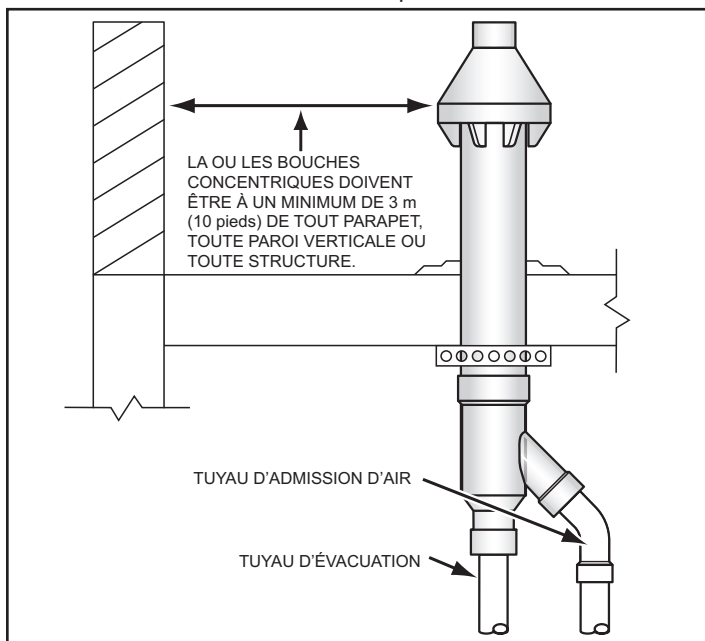
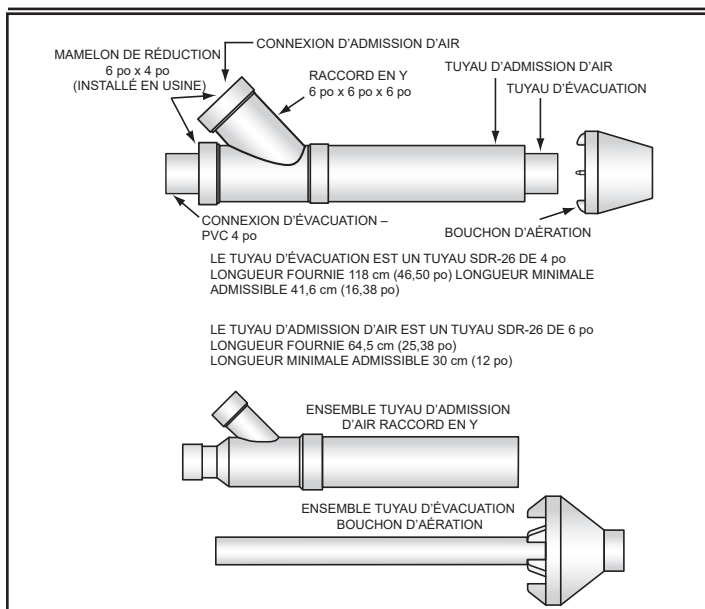
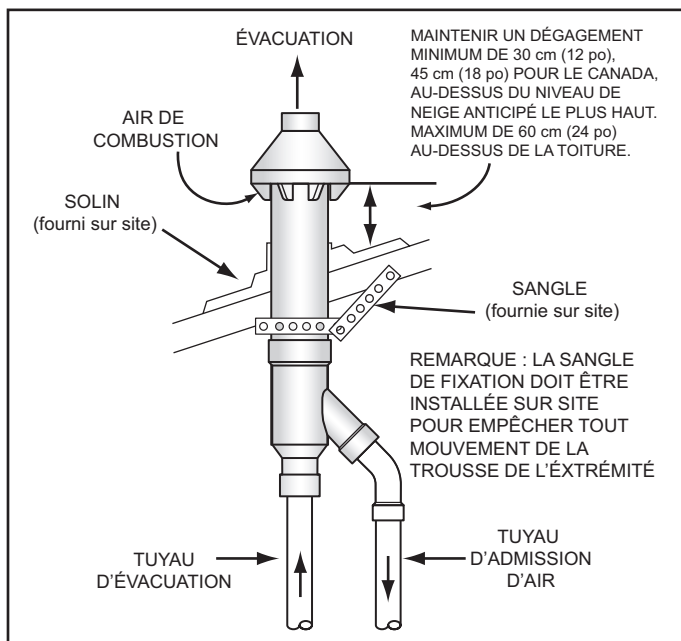
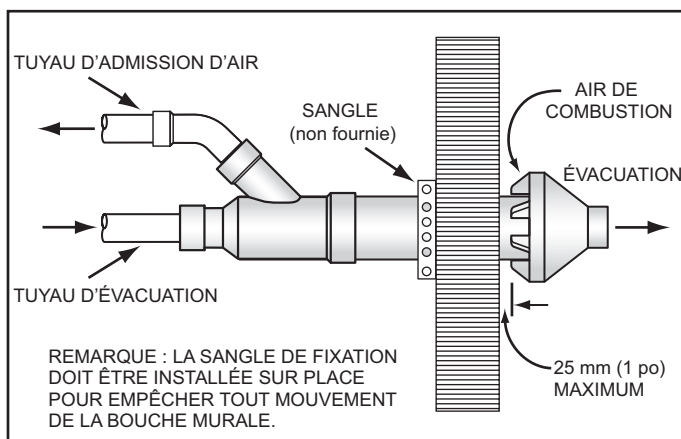

Figure 24. Extrémité concentrique de 6 po - Dégagement sur toit plat
Figure 25. Trousse d'extrémité concentrique de 6 po
Figure 26. Extrémité concentrique de 6 po - Installation verticale
Figure 27. Extrémité concentrique de 6 po - Installation dans une paroi latérale
3. Lors de l'installation d'une bouche concentrique verticalement à travers le toit, s'assurer que toutes les exigences de dégagement vertical extérieur pour la bouche, illustrées à la *Figure 24* et la *Figure 26* (page 30), sont respectées. Ces dégagements et ceux cités par les codes locaux et nationaux doivent être maintenus.
4. Lors de l'installation d'une bouche concentrique verticalement à travers un toit-terrasse, le chapeau de la bouche d'évacuation doit se trouver à un minimum de 3 m (10 pi) de tout parapet, mur vertical ou structure comme illustré à la *Figure 24*.
10. Voir les longueurs minimales admissibles pour la bouche concentrique de 6 po à la *Figure 25*.
1. Assembler et installer l'extrémité concentrique de 6 po. Voir ces instructions aux *Figure 25*, *Figure 26* et *Figure 27* :